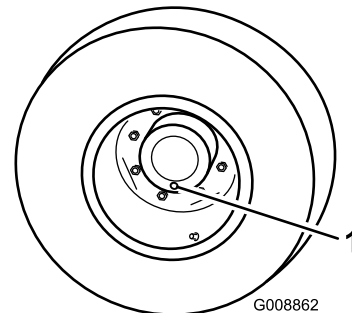

Figura 70
1. Con la máquina en una superficie nivelada, coloque una rueda de manera que uno de los tapones de verificación esté en la posición más baja (posición de las 6) (Figura 70).